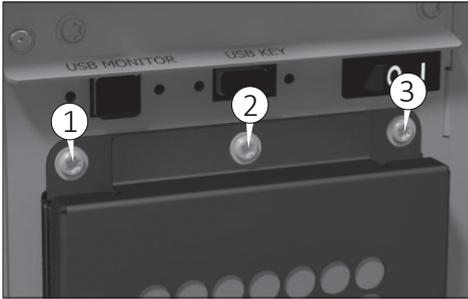

Fig. 27
- 2) Desenrosque los tornillos (1,2 y 3 Fig. 27) con un destornillador Torx T20.